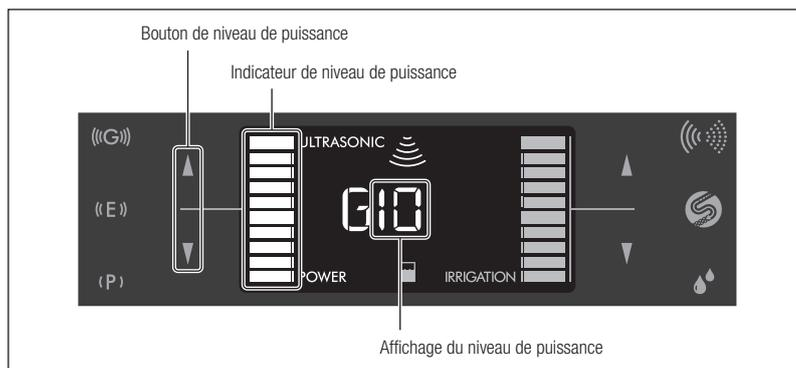

Fig. 21
- 2) Appuyez sur le bouton de niveau de puissance (▲/▼) pour régler le niveau de puissance. L'affichage et l'indicateur de niveau de puissance augmentent ou décroissent en fonction du niveau sélectionné (Fig. 21).